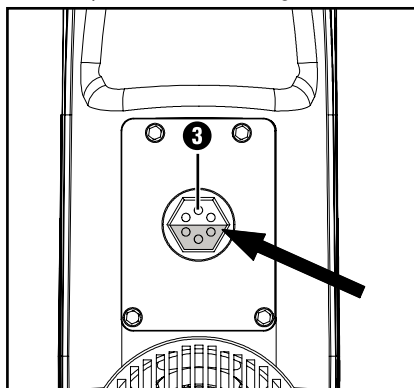

Fig. 1
- ◆ Compruebe si hay suficiente aceite en el visor del nivel de aceite **3** situado en la parte inferior del aparato (consulte la fig. 1).